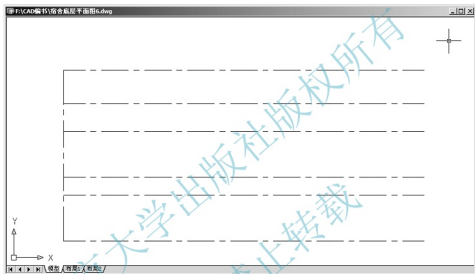

图 2.27 绘制 1 轴线
(1) 单击状态栏上的【对象捕捉】按钮或按 F3 键 (F3 为【对象捕捉】功能的快捷键), 打开【对象捕捉】功能。
(2) 单击【绘图】工具栏上的【直线】图标  或在命令行输入“L”后按 Enter 键, 启动绘制直线命令。
① 在 **line 指定第一点:** 提示下, 将十字光标的交叉点放在 F 轴线的左端点处, 出现黄色端点捕捉方块及端点光标提示后单击, 则直线的起点绘制在 F 轴线的左端点处。
② 在 **指定下一点或 [放弃 (U)]:** 提示下, 将十字光标的交叉点放在 A 轴线的左端点处, 出现黄色端点捕捉方块及端点光标提示后单击, 则直线的第二点绘制在了 A 轴线的左端点处。这样就画出了 1 轴线。
③ 按 Enter 键结束【直线】命令, 如图 2.27 所示。